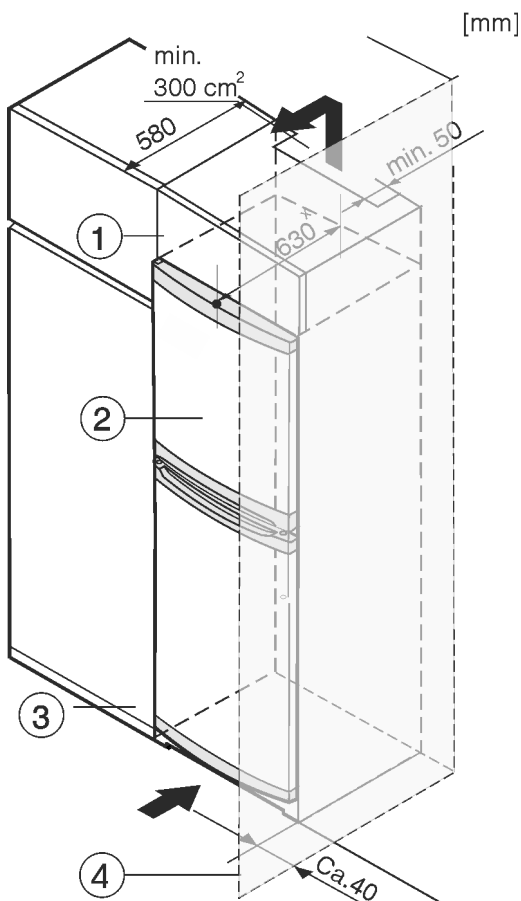

Fig. 8
- (1) Nastavná skříňka (3) Kuchyňská skříň
(2) Přístroj (4) Stěna
Přístroj lze zabudovat do kuchyňských skříní. K vyrovnání přístroje Fig. 8 (2) na výšku kuchyňské linky lze na přístroj nasadit nástavec Fig. 8 (1).
Při montáži do kuchyňských skříní (hloubka max. 580 mm) lze spotřebič nainstalovat přímo vedle kuchyňské skříň Fig. 8 (3). Spotřebič přesahuje přední stěnu kuchyňské skříňe po stranách o 34 mm * a uprostřed o 50 mm *.
Pokud se spotřebič instaluje se závěsy vedle stěny Fig. 8 (4), musí být jeho vzdálenost od stěny alespoň 40 mm. To odpovídá přesahu madla při otevřených dveřích.